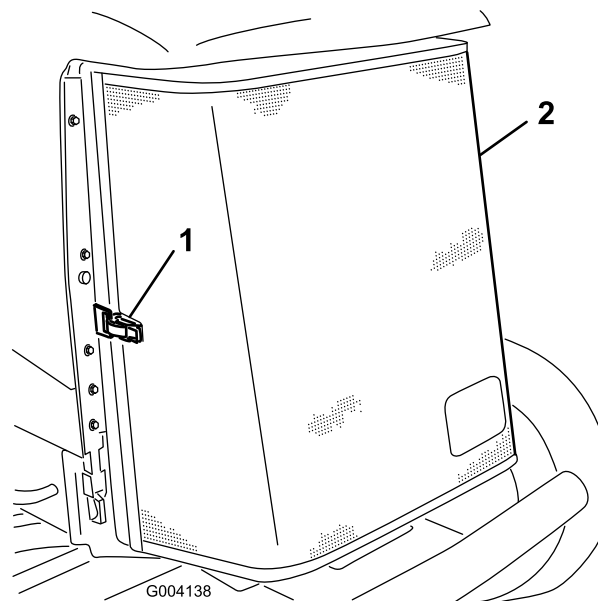

Figura 50
3. Desprenda a braçadeira e articule para abrir o painel traseiro (Figura 50).